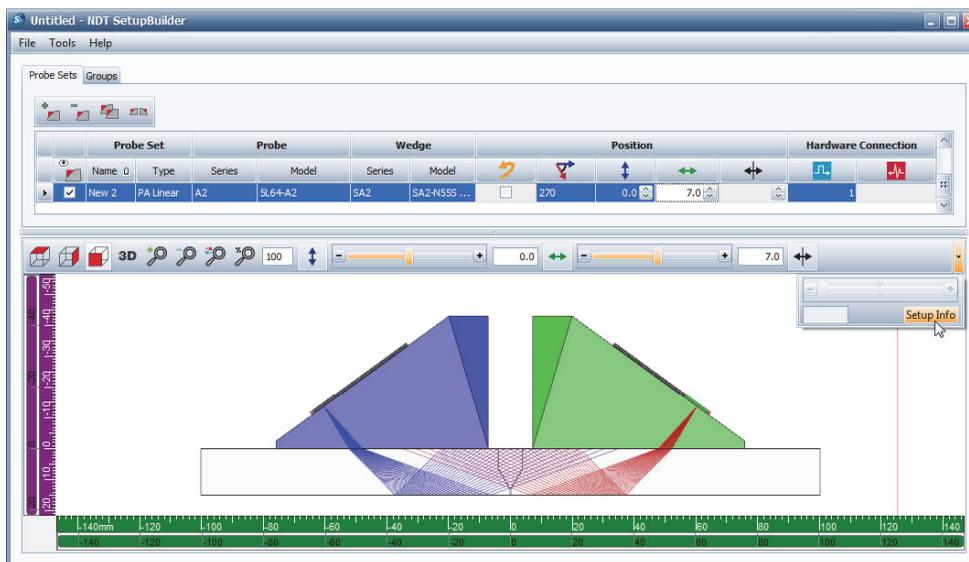

Рис. 4-19 Кнопка Setup Info (Инфо. о настр.) на панели инструментов RayTracing
- ◆ Щелкните на кнопку **Setup Info** (Инфо. о настр.), расположенную в правой части панели инструментов RayTracing (см. Рис. 4-19 на стр. 52).